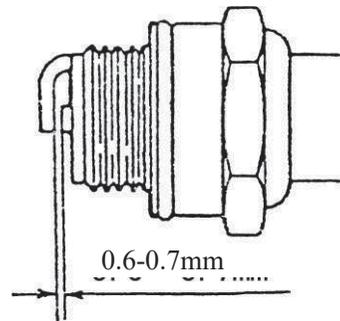

Fig.16
- (1) Después de la operación todos los días, lave el filtro, si los productos químicos se adhieren a la esponja, se deduciría la potencia del motor, preste especial atención.
- (2) Después de lavar la esponja con gasolina, exprima la gasolina y fije la esponja.
- (3) La holgura adecuada de la bujía es de 0,6 a 0,7 mm. Compruebe la holgura con frecuencia. Si es demasiado grande o demasiado pequeña, ajústela correctamente, como se muestra en la Fig. 16.
- (4) El modelo de bujía de esta máquina es 4106J. No utilice otro modelo. Si es necesario cambiarlo, puede comprarlo en el departamento local de maquinaria agrícola o en el departamento de protección de plantas.\